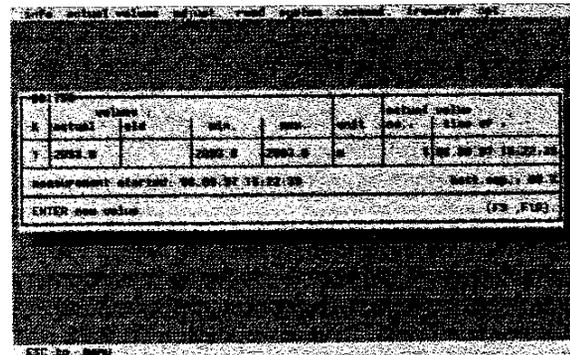

Fig. 10:
2.6 Tras haberse efectuado los ajustes del sistema, con el menú **Valores de medición actuales** (Fig. 10)
- 6.3 En el menú **Valores de medición actuales** (Fig. 10)